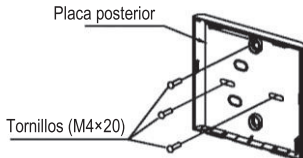

Fig 3-5
- Para un montaje expuesto, fije la placa posterior en la pared con los 3 tornillos (M4x20) y los tacos. (Fig.3-5)